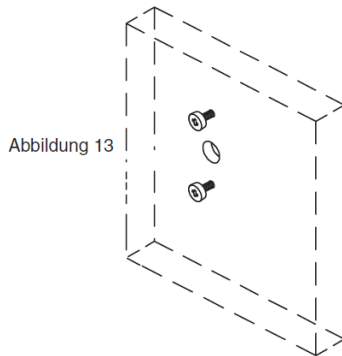

Abbildung 13
2. Montieren Sie die beiden Montageschrauben (US 8-32 oder M4-0.7 metrisch) in die Befestigungslöcher. (Abbildung 13)